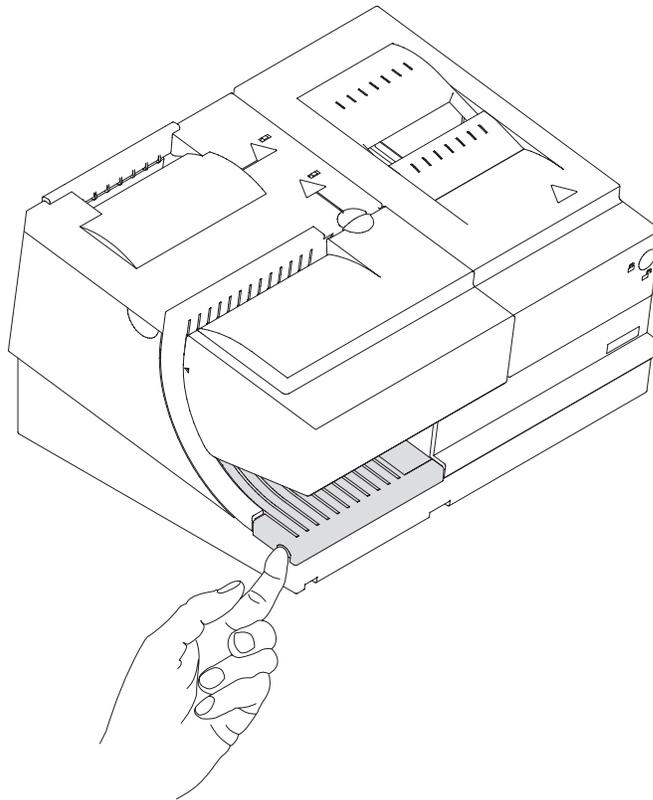

Figura 6-8. Extracción de la cubierta inferior de inserción de documentos (DI)
1. Levante la esquina frontal izquierda de la cubierta inferior de inserción de documentos y extraiga la cubierta de la impresora. (Consulte la Figura 6-8.)